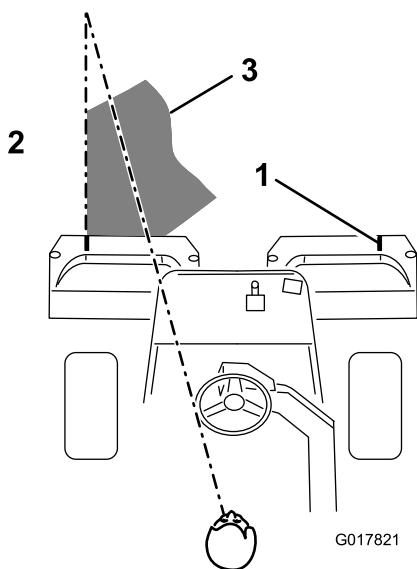

Figura 39
3. Durante le passate di ritorno sovrapponetevi uno spazio minimo alla falciatura precedente. Per tosare in linea retta il green e mantenere la macchina alla medesima distanza dal bordo della falciatura precedente, immaginate una linea da 1,8-3 m circa davanti alla macchina fino al bordo della sezione di green da tosare (Figura 39). Potrebbe essere utile includere nella linea di collimazione il bordo esterno del volante, vale a dire, tenere allineato il bordo del volante con un punto che si trovi sempre alla stessa distanza dalla parte anteriore della macchina (Figura 39).